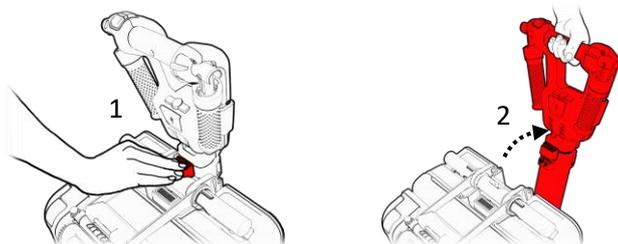

Figure 46
2. Enfoncez le bouton sur la barre (1) et éloignez-la du boîtier de l'ATTO (2) (voir la figure 46).